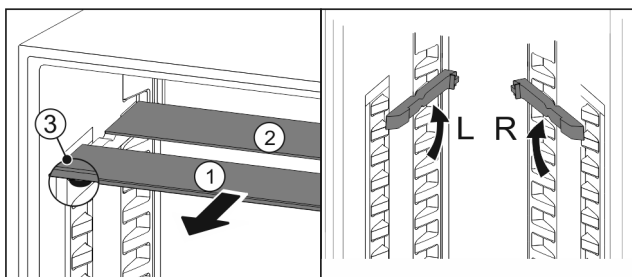

Fig. 87
- Skleněné desky jednotlivě vytáhněte dopředu Fig. 87 (1).
- Skleněná deska Fig. 87 (1) s ozdobnou lištou leží vpředu.
- Zarážky Fig. 87 (3) směřují dolů.